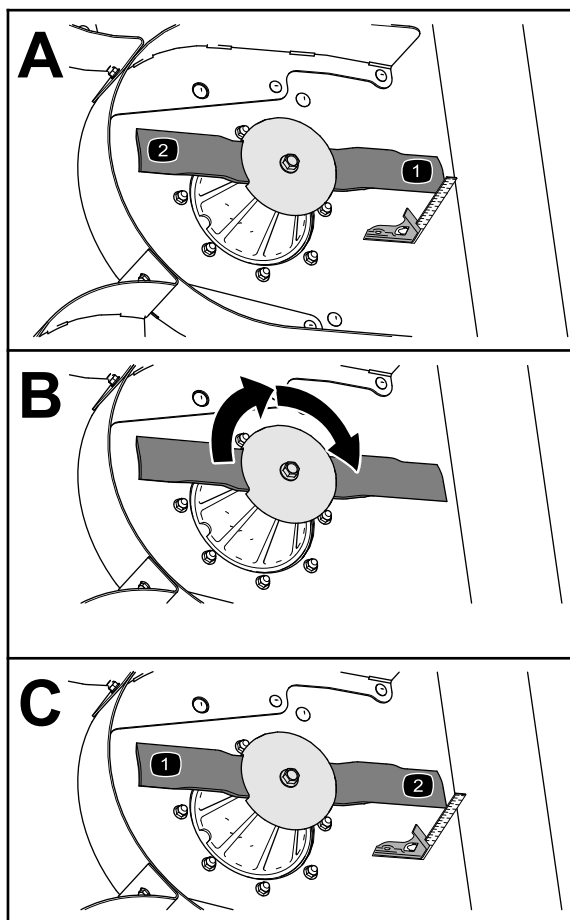

Figura 66
3. Utilizzate una squadra combinata per misurare la distanza tra l'area pulita del piatto di taglio e la punta del tagliente (Figura 66).
4. Ruotate la lama di 180° (Figura 66).
5. Misurate la distanza tra l'area pulita del piatto di taglio e la punta del tagliente (Figura 66).